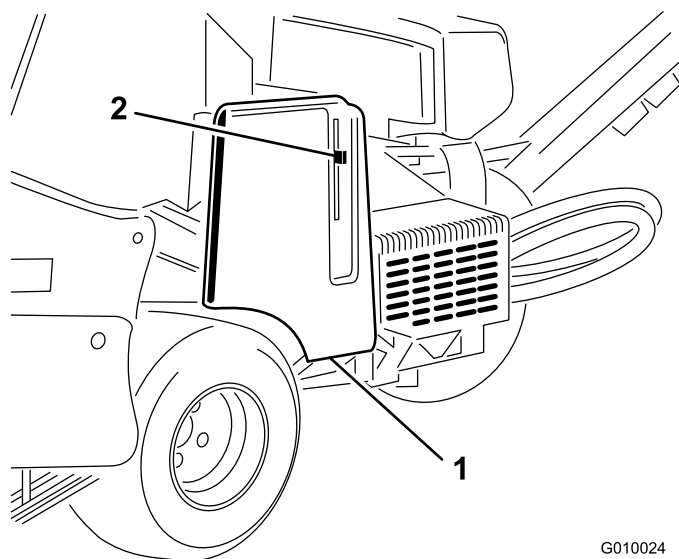
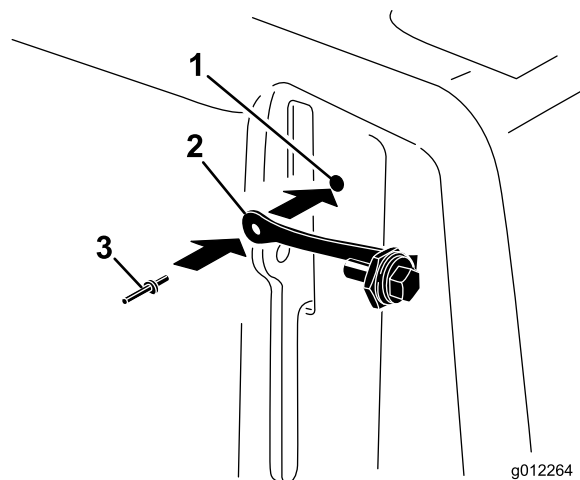

Figura 8
Figura 9
1. Individuate il foro sul copricinghia, vicino alla leva del dispositivo di fermo (Figura 8 e Figura 9).
2. Fissate il cordino al foro presente sul copricinghia per mezzo di un ribattino con spina (Figura 9).